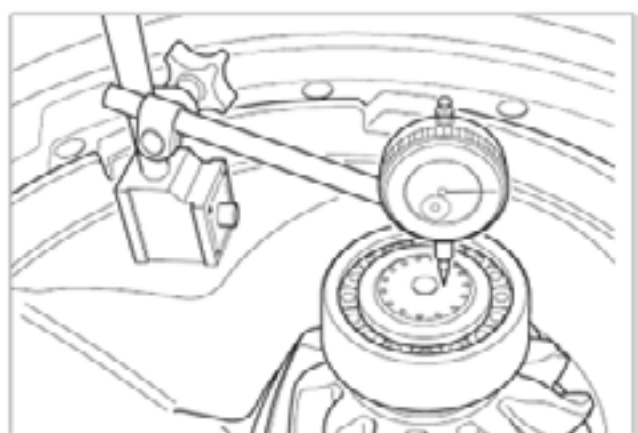

Fig. 2.30
13. Coloque um relógio comparador apoiado no nariz do pinhão e ajuste para "0" (Fig. 2.30).